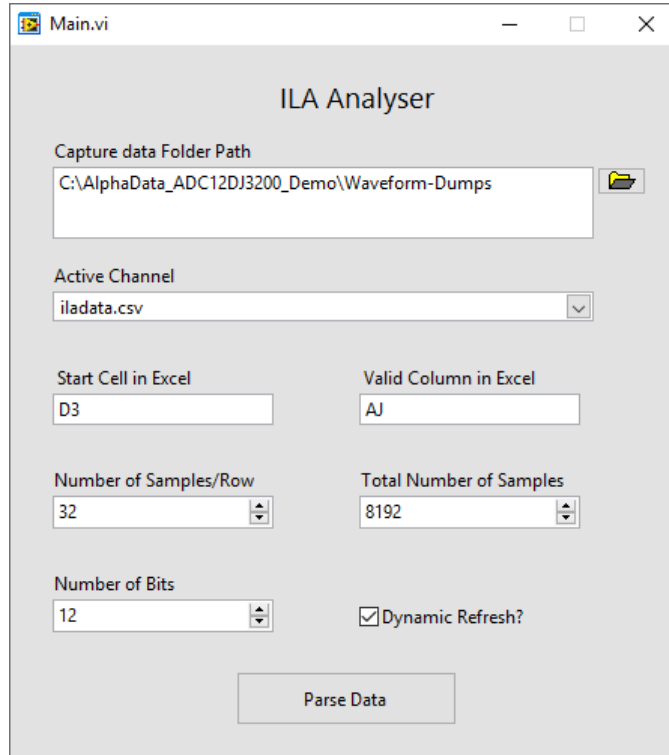

图 7-15. ILA Analyser
- 按图 7-15 所示设置 “Capture data Folder Path”。